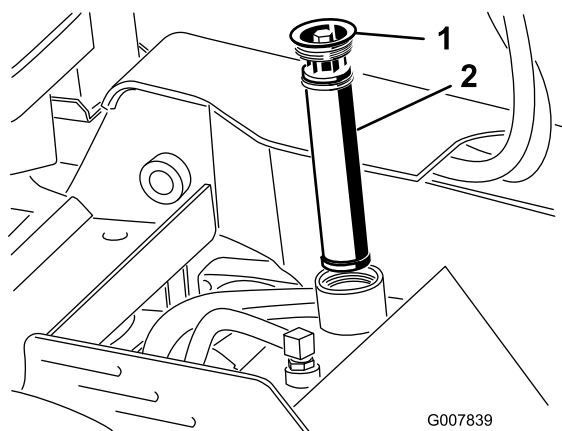

Рисунок 61
- Очистите область вокруг заливной горловины гидравлического бака и снимите с горловины крышку и фильтр, используя торцевую головку (Рисунок 61).